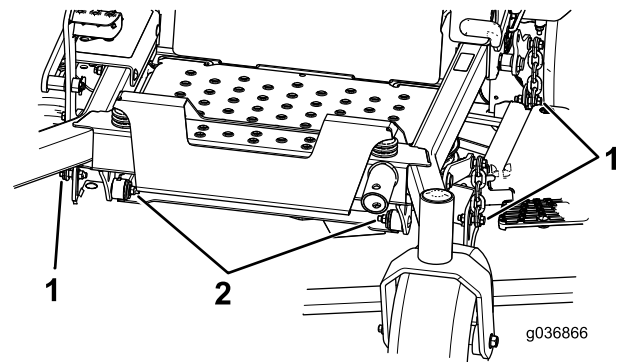

Bild 81
7. Entfernen und bewahren Sie die Schrauben und Muttern an beiden Seiten der Maschine auf (Bild 81).